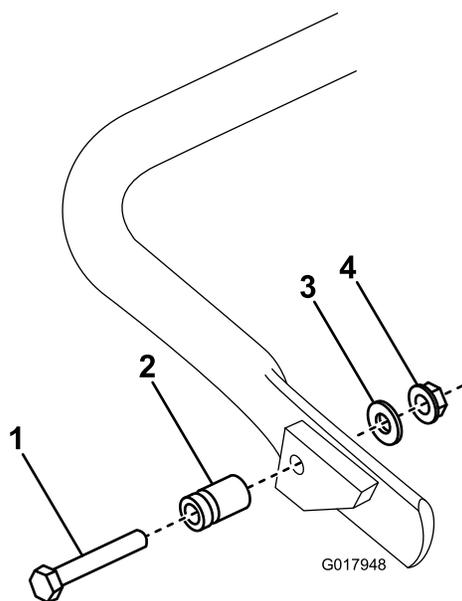

図 5
1. **モデル 04056 のみ** キックスタンドの右側に 図 5、スプリングスタッドを接続する付属部品の中にあるボルト、ワッシャ、フランジナットを使用する。